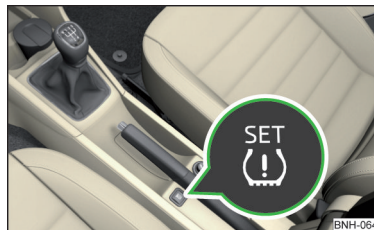

Abb. 128
- Die Symboltaste » Abb. 128 drücken und gedrückt halten.